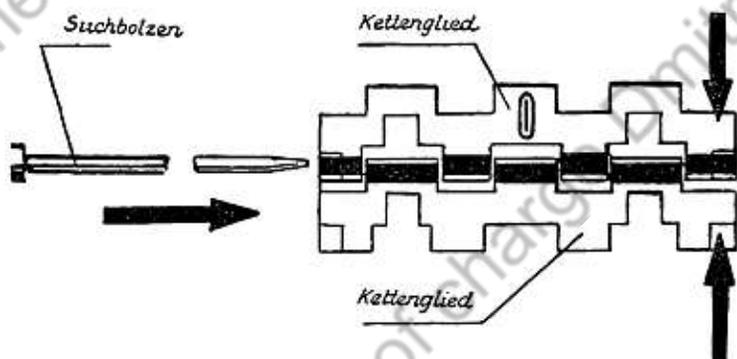

Bild 44 Kettengliederwechsel
4. Beschädigte Kettenglieder austauschen, Bild 44. (Zwei Kettenbolzen wie unter 3. austreiben. Mit angesetztem Kettenspanner, in dem die Brechstange durch Einsetzen eines zweiten Kettenbolzens in ihrer Lage gehalten werden kann, das beschädigte Glied aus der Kette herausnehmen. Neues Glied einbauen. Beide Kettenbolzen wieder einschlagen und sichern. Kettenschließer abnehmen.)